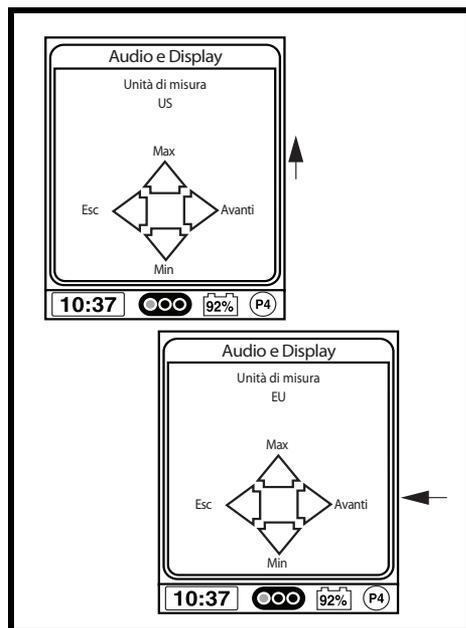

Figura 12. Schermata dell'unità di misura
5. Usare il joystick per evidenziare l'opzione massima, quindi spingere il joystick verso destra per selezionare quella funzione. Vedere figura 12.
6. Spingere il joystick verso sinistra per selezionare l'opzione ESC e tornare al menu di audio e display. Vedere figura 12.